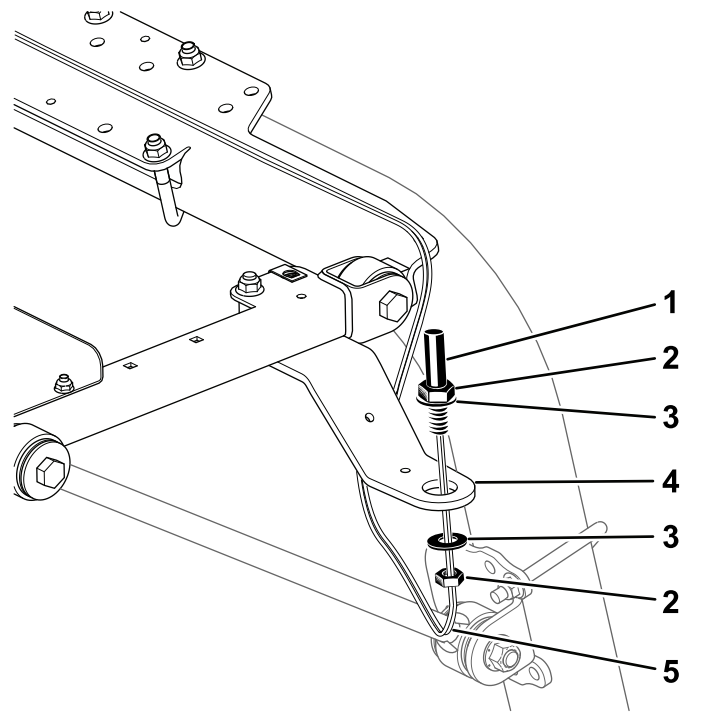

Figura 8
5. Montate l'attacco della luce di segnalazione come illustrato nella Figura 8.